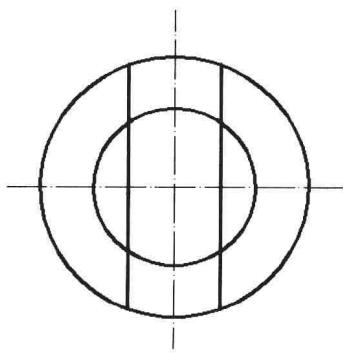
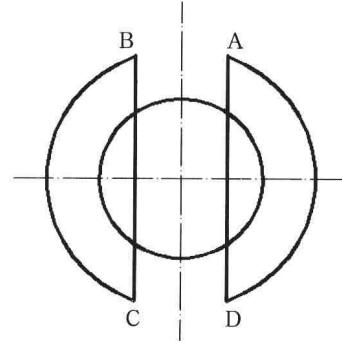

图 4-5-24
图 4-5-25
(4) 单击“常用”选项卡，在“修改”面板中单击“合并”按钮 $\blacktriangleleft\blacktriangleright$ ，或者选择菜单命令“修改/合并”。
(5) 单击需要合并的两条或两条以上的直线，按Enter键，选择的直线合并为一条直线。
(6) 打开素材文件“4-5-7.dwg”，如图4-5-24所示。
(7) 在“修改”面板中单击“打断”按钮 \square ，单击需要打断的大圆对象，命令行提示“指定第二个打断点或 [第一点(F)]”，输入“f”，按Enter键，捕捉并单击A点和B点，AB两点之间的圆弧被删除。
(8) 单击“打断”按钮 \square ，单击需要打断的圆弧对象，命令行提示“指定第二个打断点或 [第一点(F)]”，输入“f”，按Enter键，捕捉并单击C点和D点，CD圆弧被删除，如图4-5-25所示。